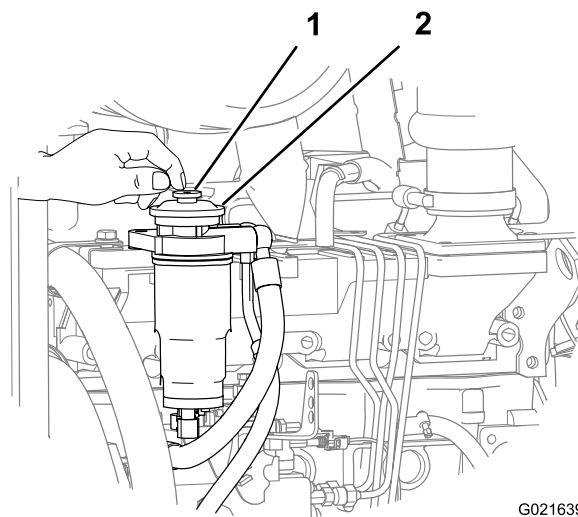

Bild 56
4. Ermitteln Sie die Kaltstarttaste oben am Filteradapter für den sekundären Kraftstofffilter (Bild 56).
5. Drücken Sie mehrmals auf die Vorfülltaste, bis Sie einen Widerstand spüren (Bild 56).